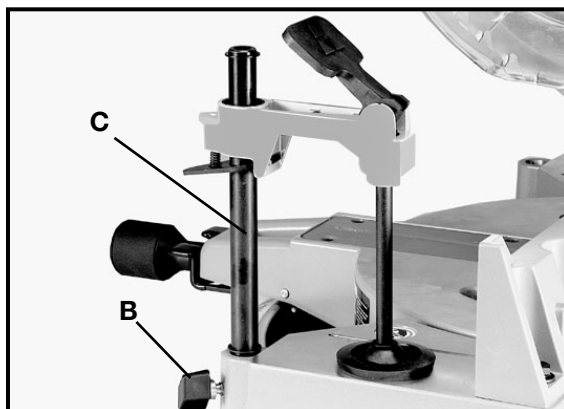

Fig. 19
1. Vissez le bouton de blocage (B) fig. 19 dans le trou taraudé sur le côté du trou choisi pour le serre-joint. Insérez la tige (C) du serre-joint dans le trou vers le bas aussi loin que possible. Puis, serrez le bouton de blocage (B). Un bouton de blocage (B) additionnel est fourni et peut être vissé dans l'un des trois autres trous. (CONSEIL : Nous vous suggérons d'avoir les deux boutons de blocage vissés dans les deux trous là où le serre-joint sera le plus fréquemment utilisé.)